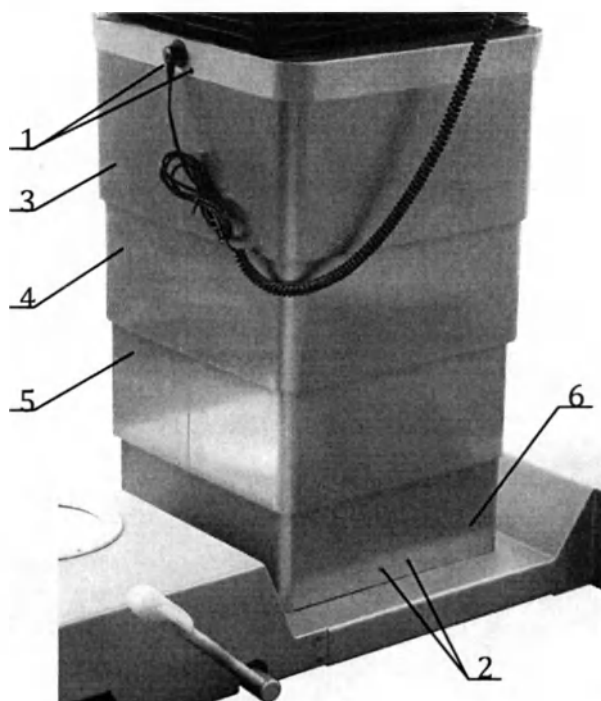

Рисунок 16. Снятие обшивок колонны.
- отверните винты 1 – 4 шт. (Рисунок 16);